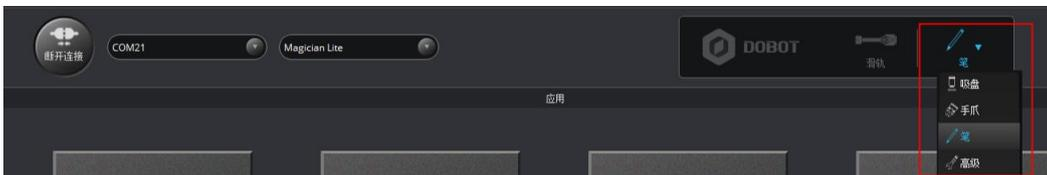

图 5.3 滑轨和末端套件下拉列表
- 在 DobotStudio 界面可以选择滑轨和末端套件。如图 5.3 所示。